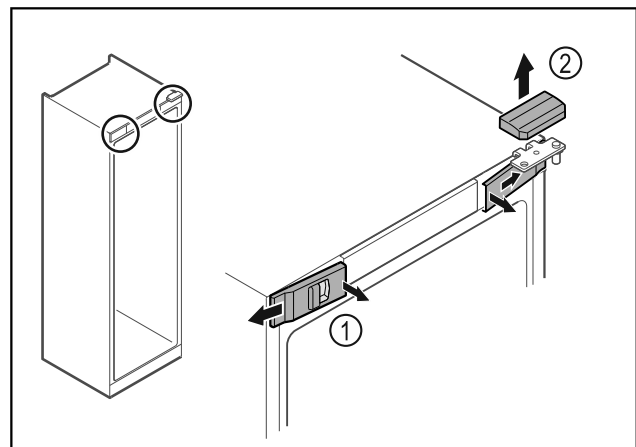

Fig. 17
- ▶ Décrocher les caches avant Fig. 17 (1) du côté intérieur et les retirer vers l'extérieur.
- ▶ Retirer le cache supérieur Fig. 17 (2) vers le haut.